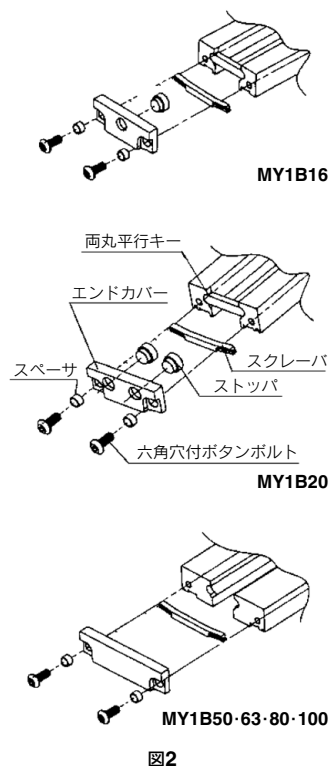

図2
- エンドカバー Ass'y下部とシリンダチューブ上面とのクリアランスが1mm程度になる様に、エンドカバーを固定します。この時、六角穴付ボタンプルトの締付トルクは、表2を参照願います。反対側も同様に固定します。(図2)